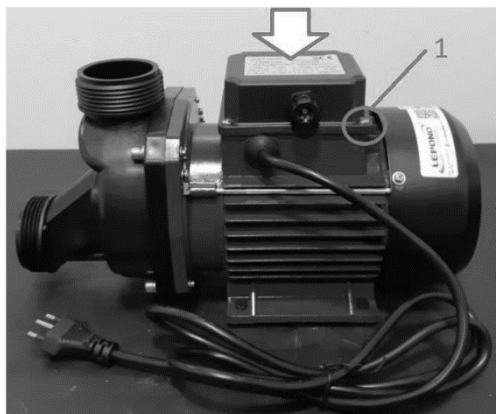

Figura 5 - Indicações dos parafusos a serem retirados
1. Localizar e desrosquear os 4 parafusos da tampa da caixa de ligação, utilizando uma chave Philips, para acessar as instalações do interruptor, conforme figura 5;